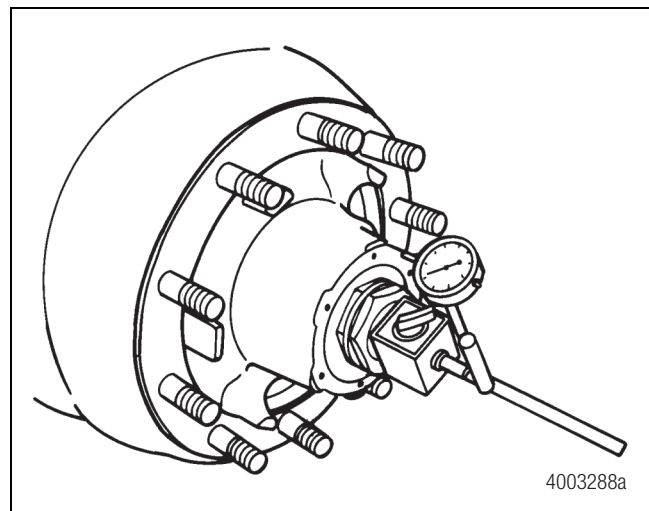

Figura 10.7
- A. Conecte la base magnética del indicador de cuadrante a la espiga. Ponga en contacto el vástago del indicador de cuadrante con la superficie de la junta de la tapa de maza. Figura 10.7.